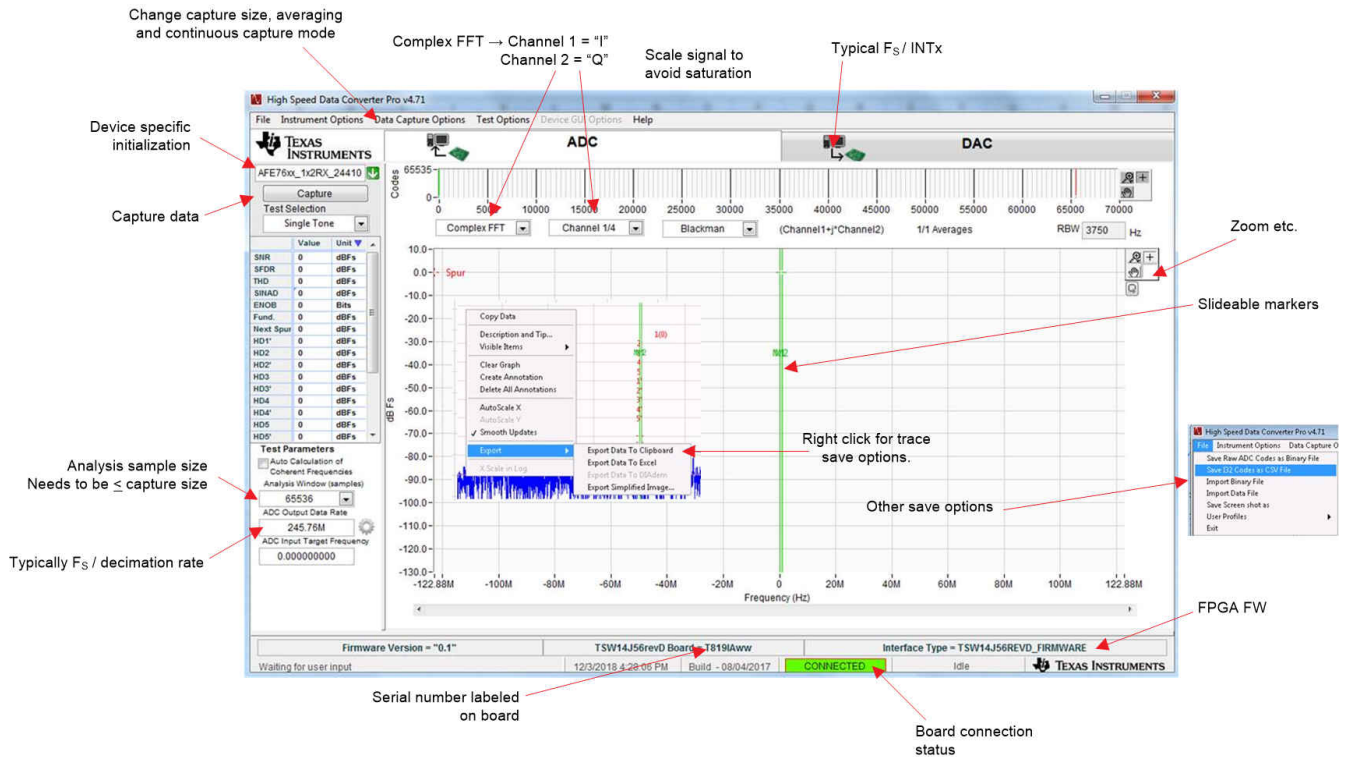

图 7-5. HSDC Pro ADC 选项卡概览
1. 点击 HSDC Pro ADC 选项卡。图 7-5 简单介绍了“ADC”选项卡。